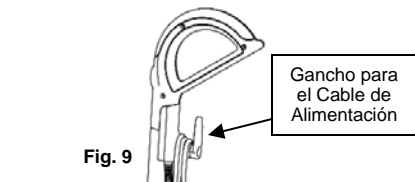
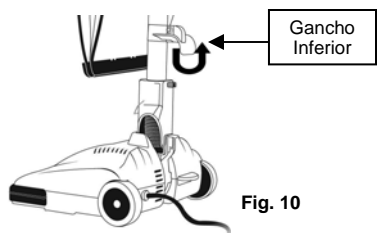

Fig. 9
Fig. 10
5. Enrosque el cable en su lugar alrededor del gancho de liberación rápida y el gancho inferior. (Fig. 9 y Fig. 10)